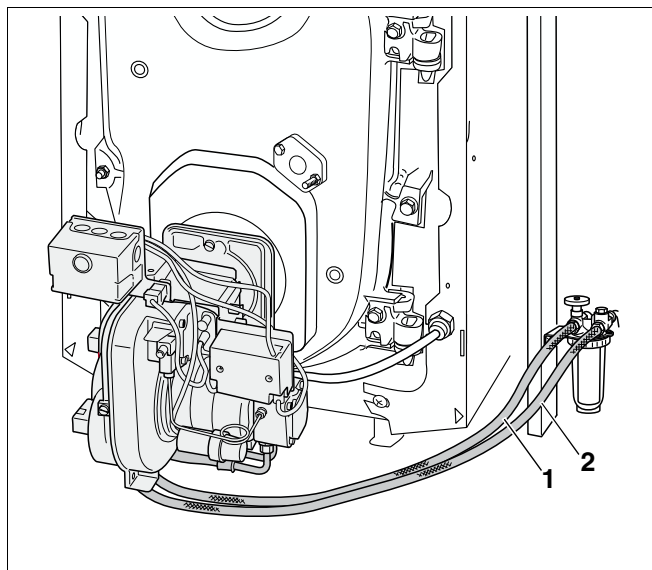

Рис. 4 Подключение топливопроводов
- Подключить топливные шланги (рис. 4, поз. 1 и 2; всасывающая и обратная линии топливопровода, накидная гайка 3/8" с подсоединением шланга) и выполнить подключение обратной линии (соблюдать направление стрелок).